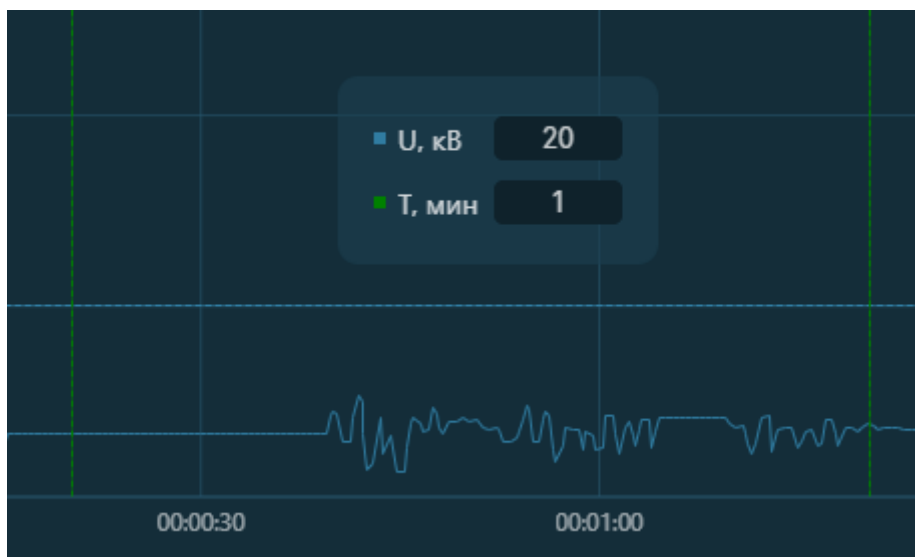

Рисунок 56 Построение графиков тока и напряжения
- начинается построение графиков напряжения и тока утечки (*Рисунок 56*).